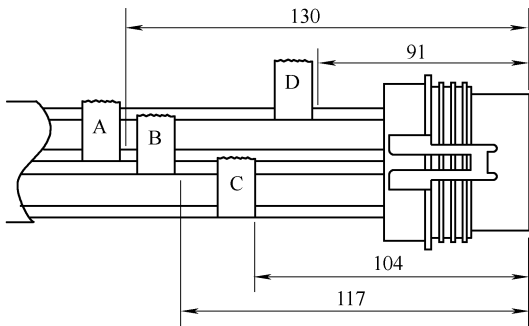

图 6-85 测量并切割导线
③ 切割导线前, 测量所有导线并给导线加标签, 如图 6-85 所示。从导线 A 插头正面切去 130mm, 其余 B、C、D 三条导线分别切去 117mm、104mm 和 91mm。